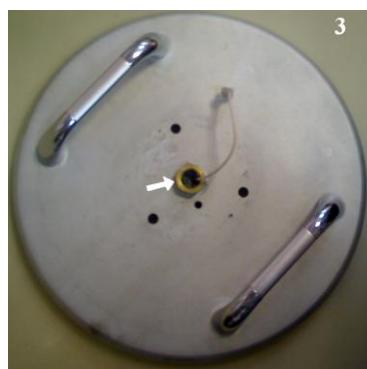

Рисунок 4.5
3) Отвернуть накидную гайку и извлечь акселерометр (рис.4.5, гайка обозначена стрелкой).